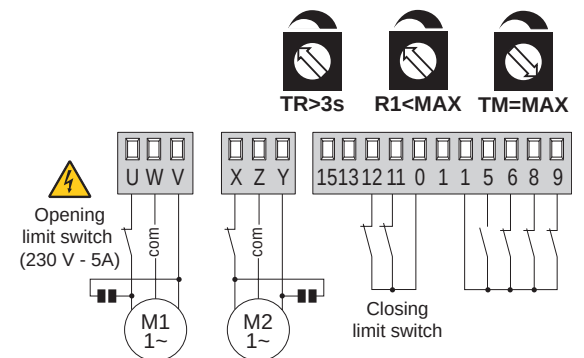

Fig. 5.3
- (Abb. 5.3) Verwendung mit Endschaltern und Freifahrbewegung beim Zulauf.